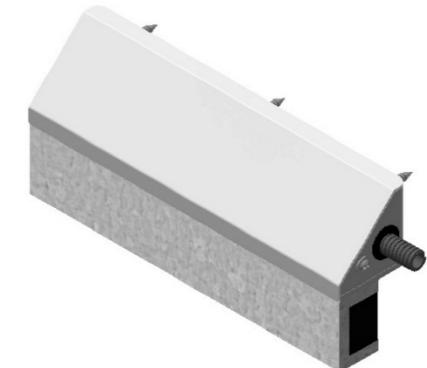

Рисунок 5 – Корпус с монтажным
- MK AL-350FB-M-02 монтажный комплект для крепления корпуса замка на кронштейне и прокладки кабеля в металлокордаже МРПИ-8 или МРПИ-10 (рисунок 5);